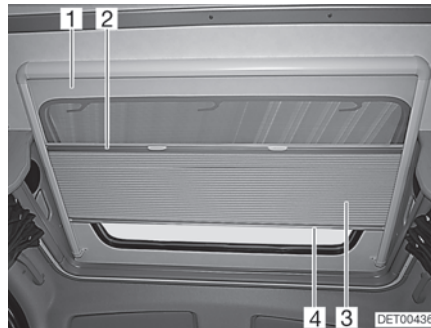

Bild 48 Dachfenster
Faltverdunklung Die Faltverdunklung (Bild 48,3) ist mit dem Insektenschutz (Bild 48,1) fest verbunden.
- Die Faltverdunklung in der Mitte des Abschluss-Stabes (Bild 48,4) fassen und vorsichtig nach unten ziehen.
- Die Faltverdunklung am Abschluss-Stab (Bild 48,4) langsam zurückführen.
- Den Insektenschutz in der Mitte des Abschluss-Stabes (Bild 48,2) fassen und vorsichtig ganz nach unten ziehen.
- Den Insektenschutz am Abschluss-Stab der Faltverdunklung (Bild 48,4) langsam zurückführen.